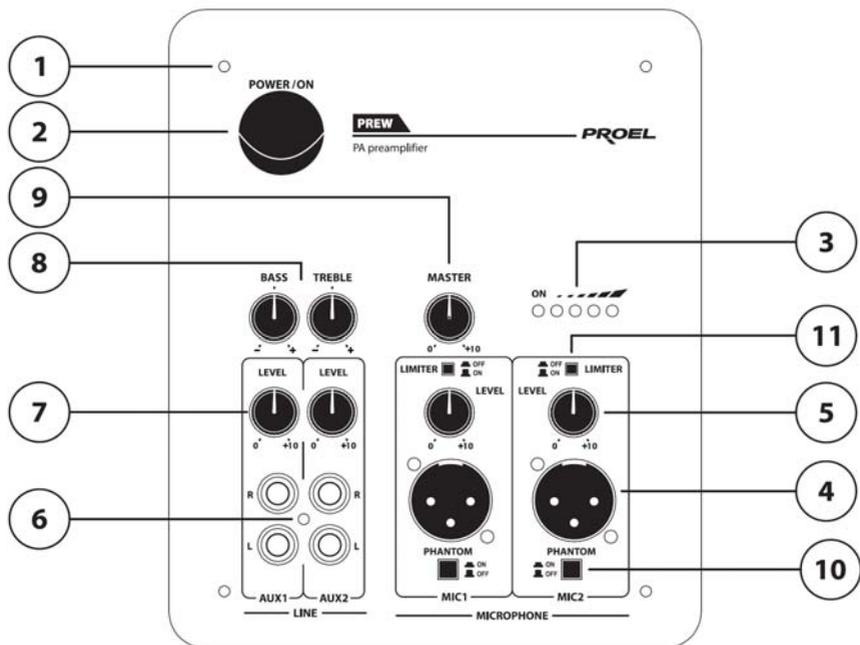

fig.1
- Gli ingressi MICRO 1 e MICRO 2 (fig.1 rif.4) sono di tipo bilanciato, utilizzabili per il collegamento sia di microfoni dinamici a bassa impedenza ($250-600\Omega$), sia di microfoni a condensatore con alimentazione phantom. Sono in grado di accettare connettori di tipo "XLR" a 3 poli.
- Ingressi AUX INPUT (fig.1 rif.6). Su questi ingressi è possibile collegare una sorgente sonora esterna ad alto livello. Le prese R e L consentono l'ingresso del canale destro (R) e sinistro (L) attraverso connettori RCA.